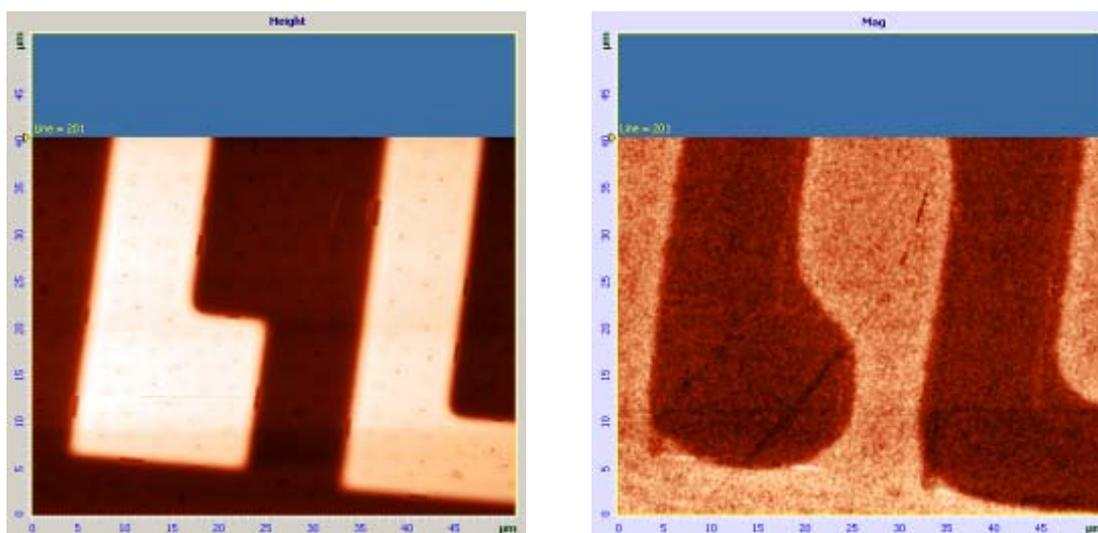

Рис. 9-34. Изображение рельефа и пространственного распределения поверхностной емкости по поверхности интегральной схемы
- начнется построчное сканирование поверхности образца и в области отображения 2D-данных сканирования появятся два изображения: в одном отобразится рельеф поверхности (сигнал **Height**), в другом – отображение распределения z-составляющей градиента поверхностной емкости по образцу (сигнал **Mag**) (Рис. 9-34);
Контролировать качество получаемого изображения можно в области отображения 2D-данных сканирования (Рис. 9-34).